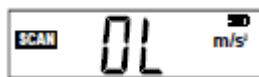

Fig. 5 (El valor de la medición ha sobrepasado los límites)
5. Si el valor que ha registrado no se encuentra dentro de los límites indicados en las especificaciones técnicas la pantalla mostrará el símbolo "OL" (Fig. 5).